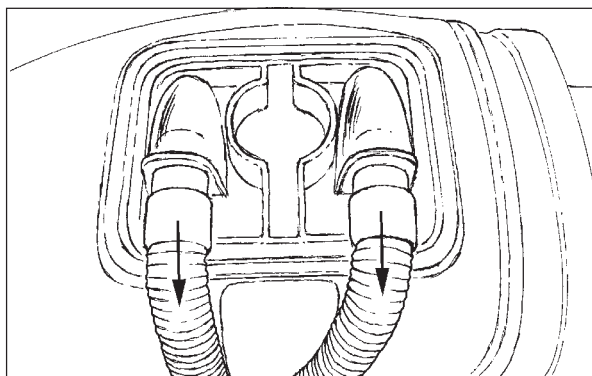

Рисунок 7
3. Отсоедините шланги от крышки резервуара для утилизации (смотрите рис. 7.)